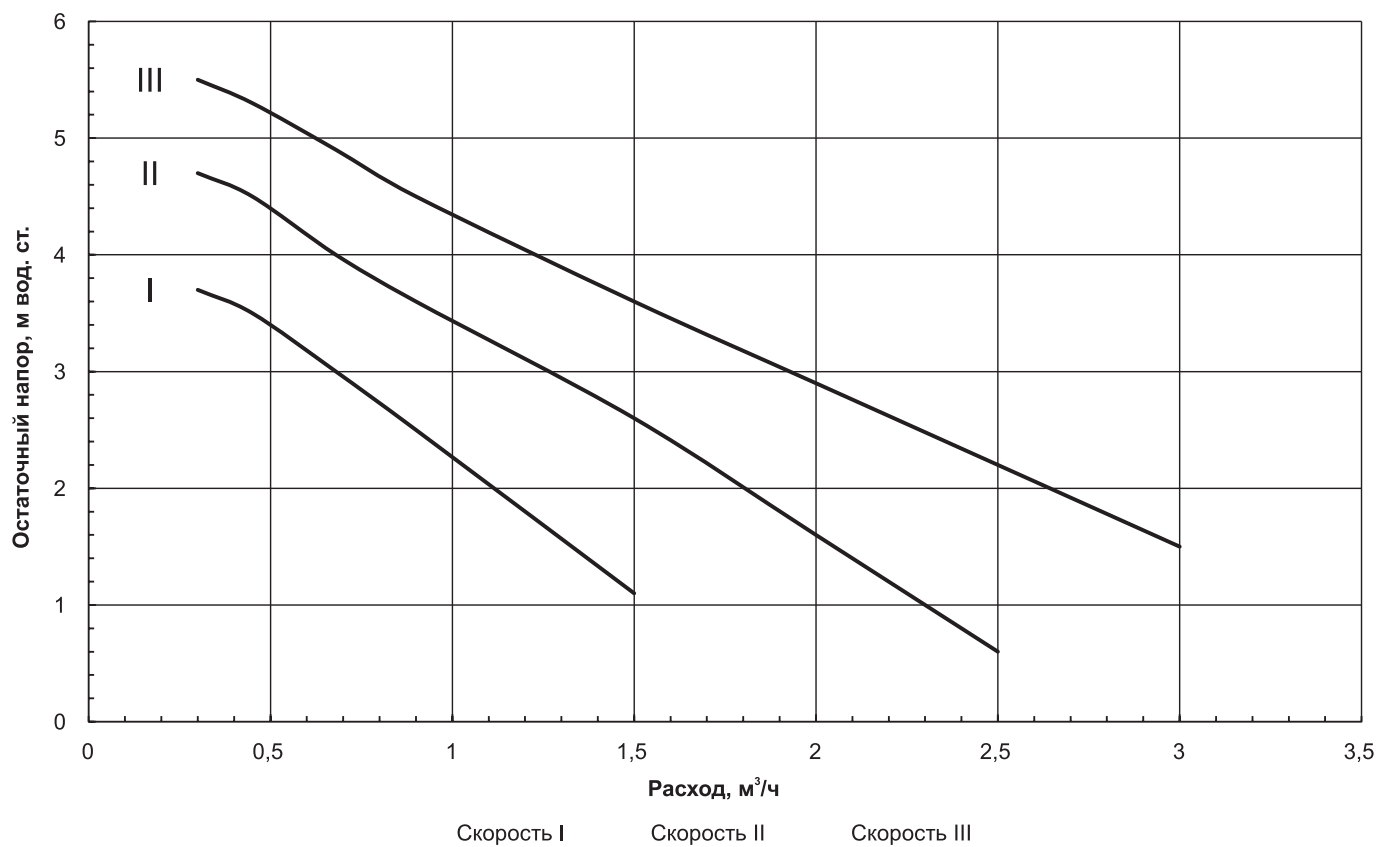

Рис. 2 Остаточный напор для циркуляционного насоса ZOTA RING 25/70
** График остаточного напора для циркуляционного насоса показан на Рис. 2.